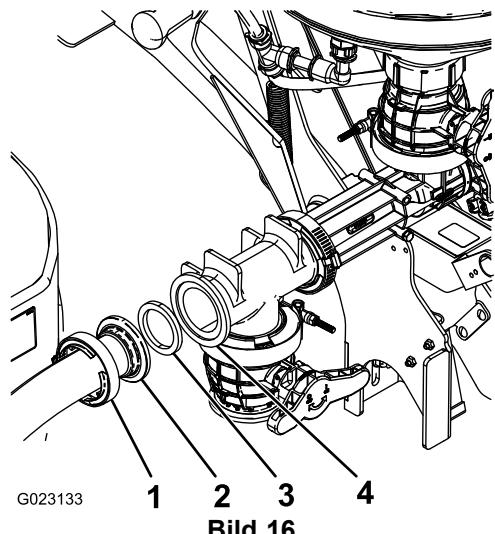

Bild 16
2. Befestigen Sie das andere Ende des Schlauchs mit einer Dichtung und einer Schlauchklemme an der nach vorne zeigenden Öffnung des Ejektors (Bild 16).